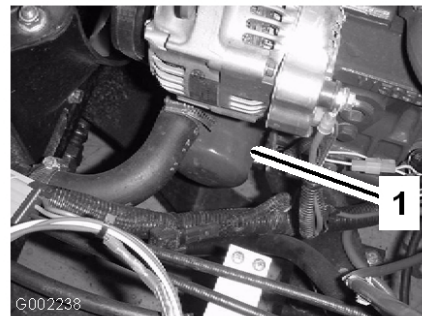

Bild 41
7. Entfernen Sie den alten Ölfilter (Bild 41).
10. Setzen Sie den Ersatzölfilter auf den Anbaustutzen auf. Drehen Sie den Ölfilter nach rechts, bis die Gummidichtung den Anbaustutzen berührt. Ziehen Sie ihn dann um eine weitere 1/2 Umdrehung fester (Bild 41).